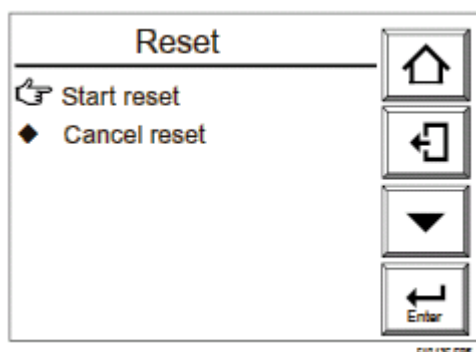

图 10.13 复位显示
- (1) 在基本面板上按设置键到显示执行/设置显示。
- (2) 选择复位。出现如图 10.13 所示的复位显示。
- (3) 选择开始复位并按[ENTER]键让设备复位，设备然后将于加热状态。